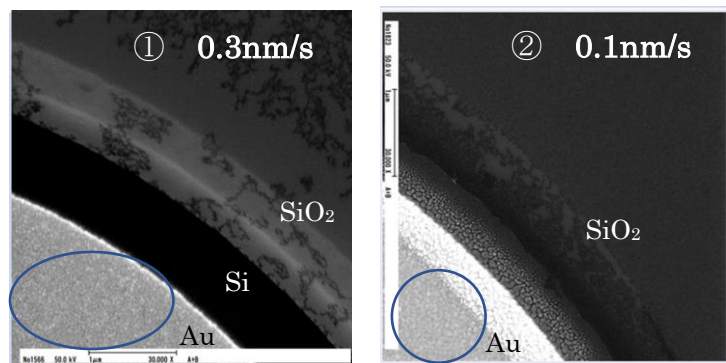

Fig. 1 SEM images of the surface evaporated Au after lift-off process (Au deposition rate: ①0.3 nm/s, ②0.1 nm/s).
上記の方法で作製した EB 蒸着条件①0.3 nm/s,100 nm ②0.1 nm/s, 200 nm の基板について、リフトオフ後の Au の表面部分を SEM 観察した結果を Fig. 1 に示す。
0.3 nm/s の①は小粒が多く堆積している様子に対し、0.1 nm/s の②は①よりも大きな粒径、または粒というよりも粒が集合した「層」として堆積している様子がみられた。このことにより、低速成膜した②の方が層状に堆積して、プロセス中に剥離しにくい表面状態になっているということが考察できた。